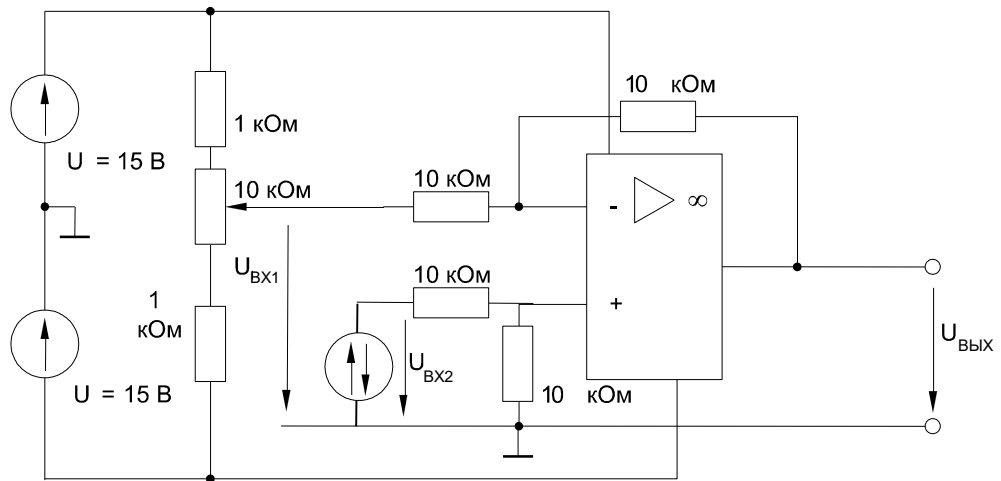
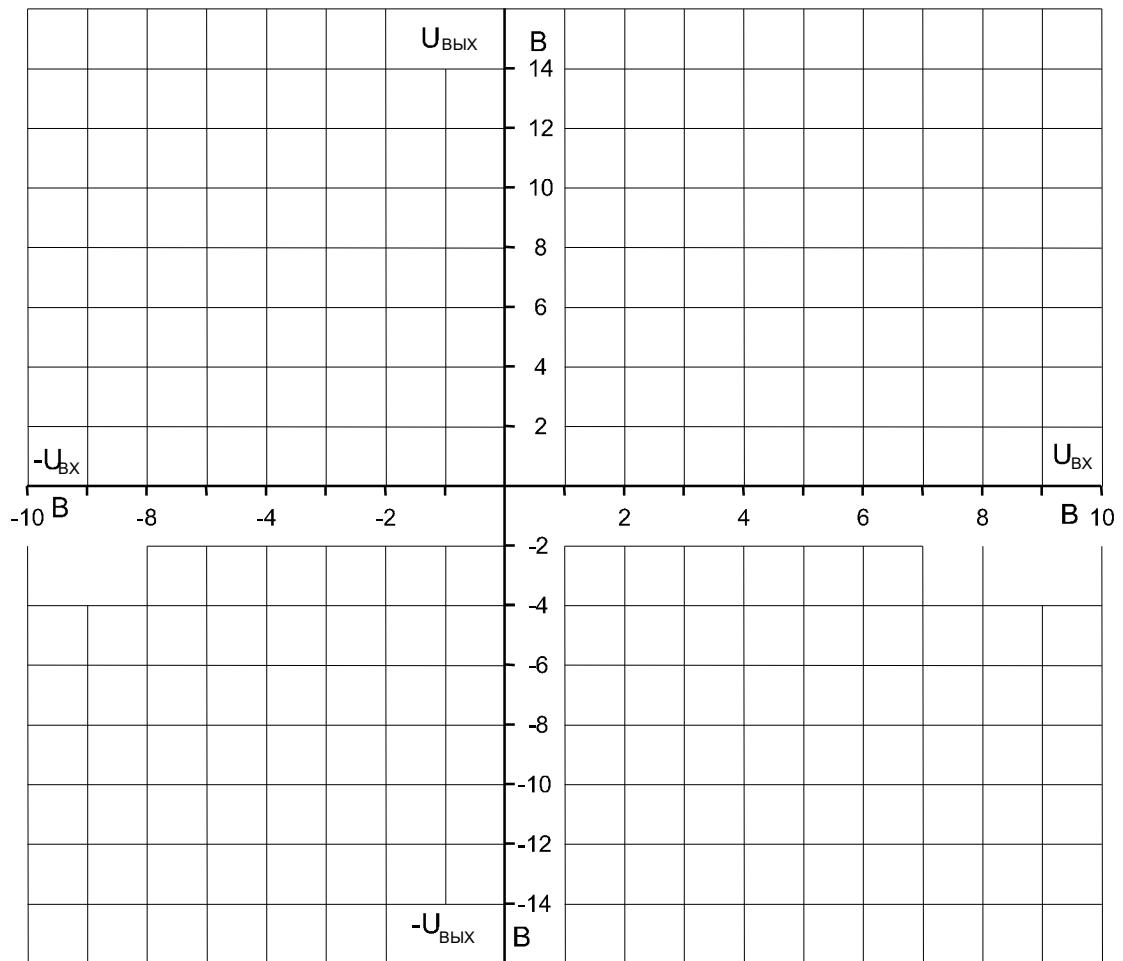

Рис. 8.4.4.
Рис. 8.4.5.
- Затем соберите цепь по рис. 8.4.4. Измерьте значения выходного напряжения $U_{\text{ВЫХ}}$ при различных входных напряжениях $U_{\text{ВХ1}}$ и $U_{\text{ВХ2}}$, приведенных в таблице 8.4.2. Занесите результаты измерений в таблицу и на графике (рис. 8.4.5) постройте зависимость выходного напряжения $U_{\text{ВЫХ}}$ от входных напряжений $U_{\text{ВХ1}}$ и $U_{\text{ВХ2}}$.